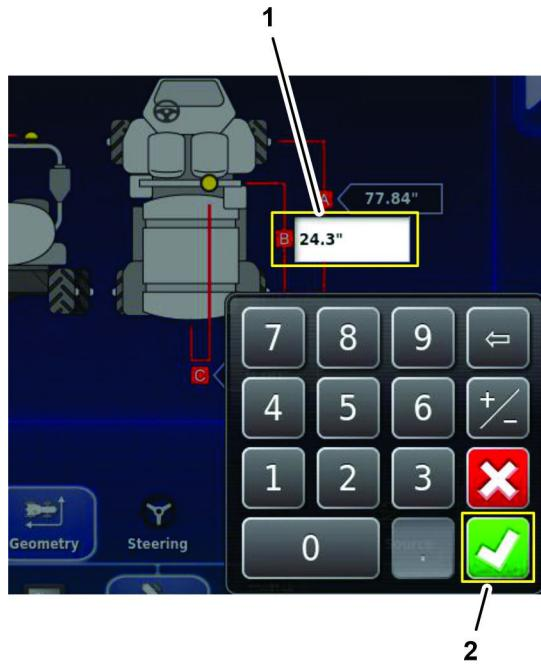

Figura 190
- Icona Linea centrale degli assali anteriori e posteriori (A)
- Icona Conferma (tastierino sullo schermo) (B)
- Premete l'icona Linea centrale degli assali posteriori e centro del ricevitore satellitare (B), utilizzate il tastierino sullo schermo per inserire la misurazione registrata nel modulo di geometria del veicolo di Misurazione della geometria del veicolo \(pagina 86\) e premete l'icona Conferma (Figura 190).